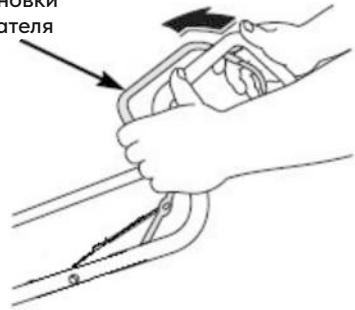

Рис. 28
- Отпустите рычаг остановки двигателя (рис. 28).